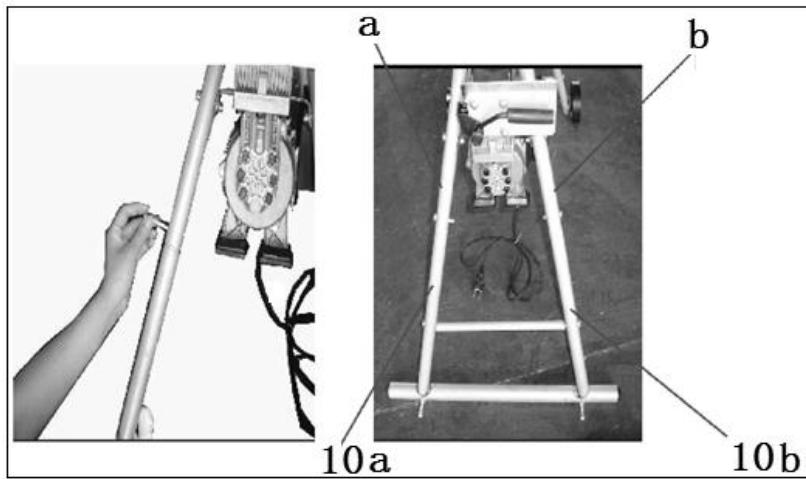

Imagen 2
- a) Ligue o suporte dianteiro (10a) ao tubo de ligação (a) e o suporte dianteiro (10b) ao tubo de ligação (b) com porcas e parafusos (Imagen 2).